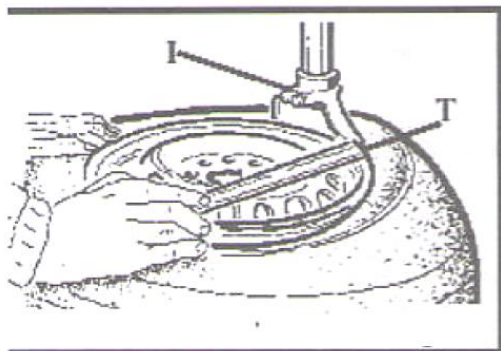

Рис. 16
**Замечание:** рекомендуется разместить монтажную головку в 10 мм правее вентиля шины при наличии камеры, чтобы не повредить ее (рис. 16).